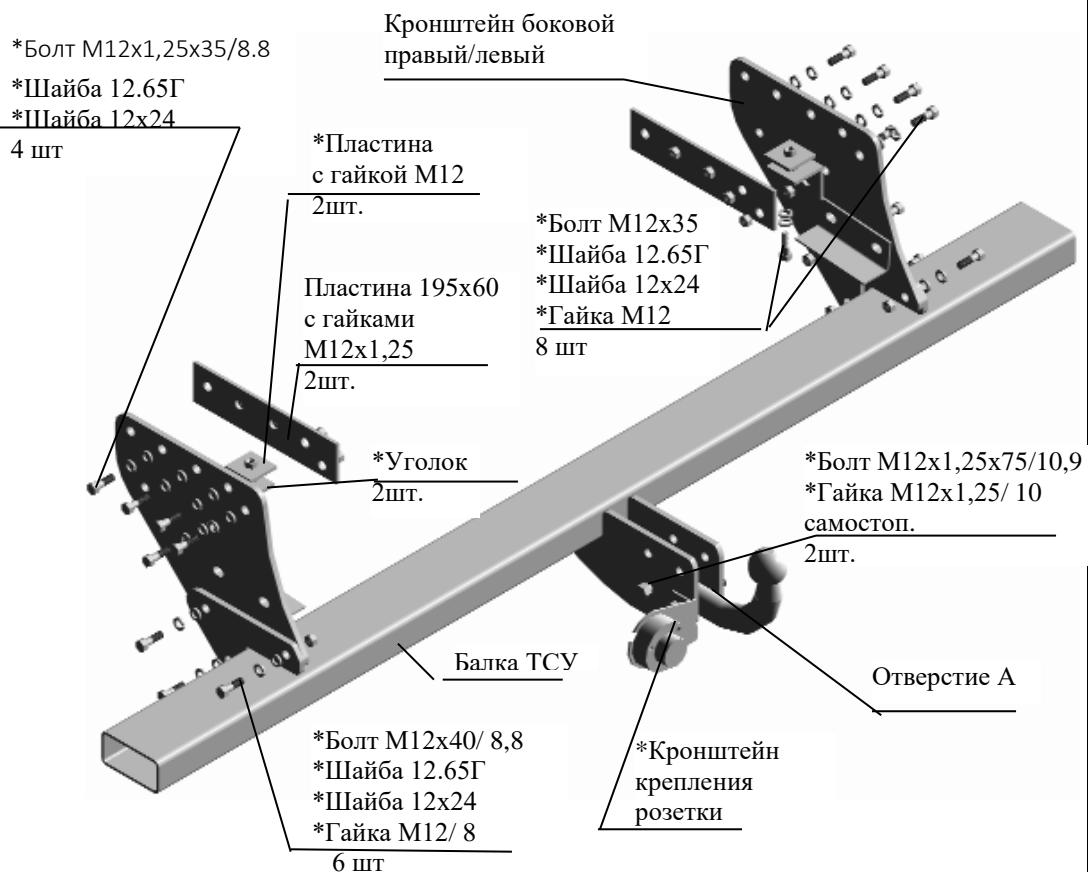

Рис.1 Тягово-цепное устройство 7114.
2.1 ТСУ 7114 в сборе (рис.1)	1 шт.
2.2 Пакет с комплектующими (см. рис.1)+защитный колпак	1 шт+1 шт.
на рис.1 условно не показаны), установив внутрь лонжеронов усиливающие пластины 195x60 (условное изображение) с приварными гайками, болтами M12x35. Под головки болтов подложить шайбы гроверные 12.65Г и шайбы 12x24 (к приварным гайкам – крепить болты M12x1,25x35). Крепеж не затягивать.
4.5 Закрепить балку ТСУ к боковым кронштейнам крепежом соответственно рис.1.
4.7 Закрепить сцепной шар и кронштейн крепления розетки к кронштейнам шара болтами M12x1,25x75 и крепежом соответственно рис.1